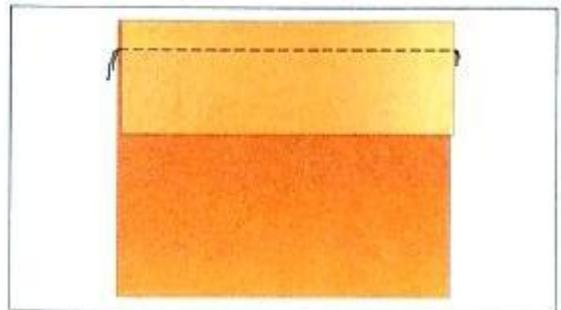

Рис. 48. Притачивание бейки
1. Наложить бейку на изделие (лицевыми сторонами внутрь), уравнять срезы. Слегка на 6 мм. Ориентиром может служить ширина лапки (рис. 48).